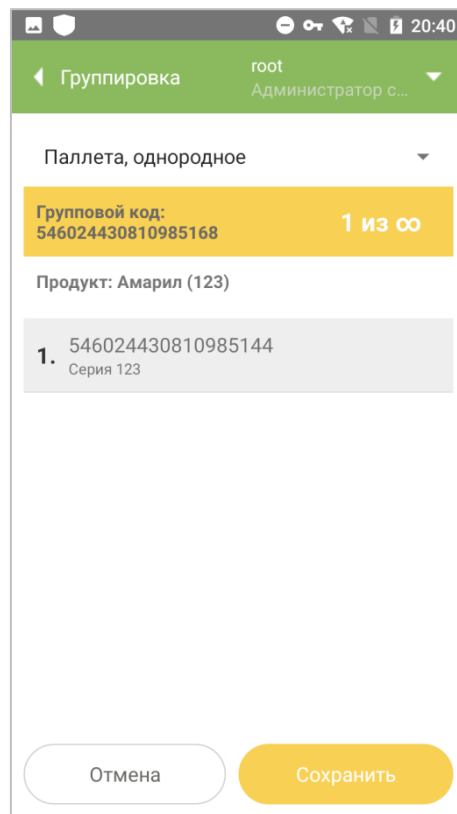

Рисунок 3.5
- 2.1.3. При необходимости изменить тип паллеты на неоднородную, выбрать из выпадающего списка «Паллета, неоднородное». Появится системное сообщение о том, что несохраненная информация будет утеряна (Рисунок 3.5). Повторно отсканировать код паллеты.
- 2.1.4. Просканировать групповые SSCC-коды гофрокоробов (п. 1.5), которые нужно сгруппировать в паллету (Рисунок 3.5). При этом на экране отобразится следующая информация: